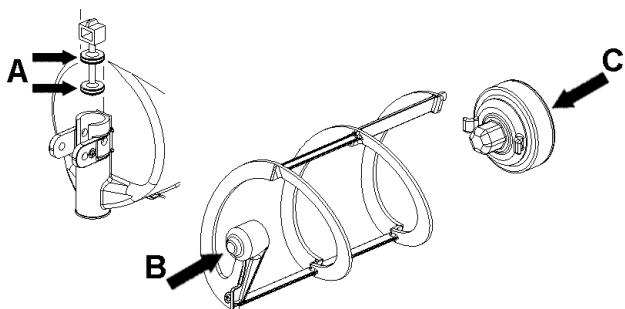

figure 13
- 2 Lubrifier le piston du robinet et le rotor magnétique extérieur (aux points A, B et C indiqués en figure 13) en utilisant uniquement la graisse fournie par le fabricant ou d'autres graisses à usage alimentaire.